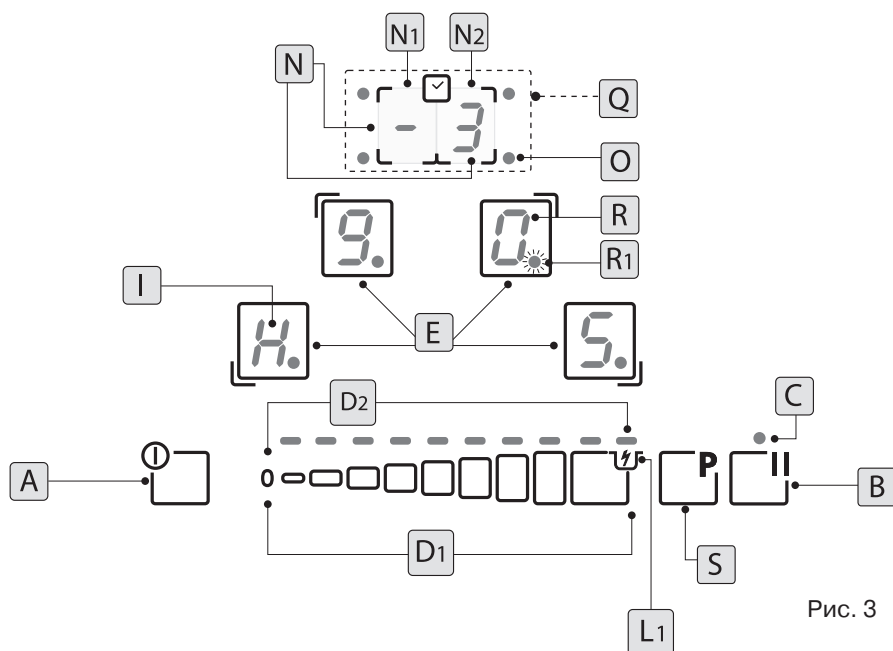

Рис. 3
ПУЛЬТ УПРАВЛЕНИЯ (рис. 3)
2. Одновременно нажать кнопку **«S»** и на кнопку зоны нагрева R4 или R3 (Рис. 3), в зависимости от приобретённой Вами модели.
3. Нажать ещё раз на кнопку зоны нагрева R4 или R3 (Рис. 3), в зависимости от приобретённой Вами модели.
- одновременно нажать на кнопку **«S»** и на кнопку зоны нагрева R4 или R3 (Рис. 3), в зависимости от приобретённой Вами модели.
Функция «Пауза» (Рис.3 (B)):
Функция «Возврат» (Рис.3 (В)):
МАГНИТНЫЙ ПЕЛЕНГАТОР (рис. 3 – (I))
ЗАЩИТНАЯ БЛОКИРОВКА (рис. 3)
ТАЙМЕР (рис. 3 – (Q)):
БУДИЛЬНИК (рис. 3 – (**Q**))